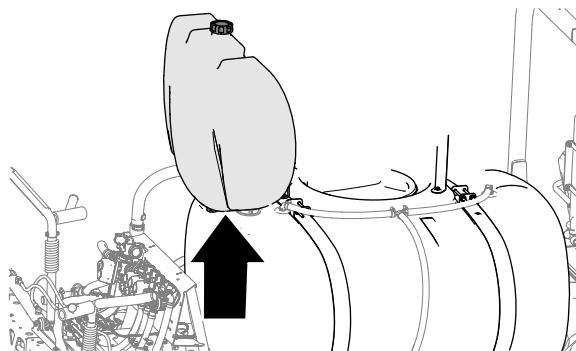

Рисунок 5
6. Снимите промывной бак с машины (Рисунок 5).